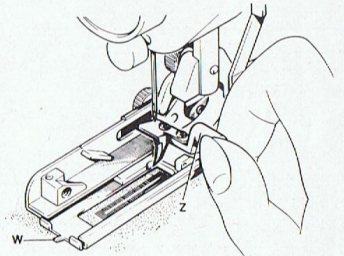

Abb. 71
- e) Der Klingenhalter « Z » (Abb. 71) wird herumgeschwenkt und leicht angedrückt, sodass die Spitze der Klinge in das Nähgut eindringt.
Man verfährt entsprechend den Anweisungen unter Punkt a), legt dann die Gimpe um die Zunge « W » (Abb. 71), die sich am Vorderende der Sohle des Nähfusses befindet, führt die beiden Enden parallel zueinander unter der Sohle des Nähfusses durch nach hinten und zieht sie schliesslich von unten nach oben in die beiden am rückwärtigen Ende des Nähfusses befindlichen Klemmspalten ein, die sie festhalten.